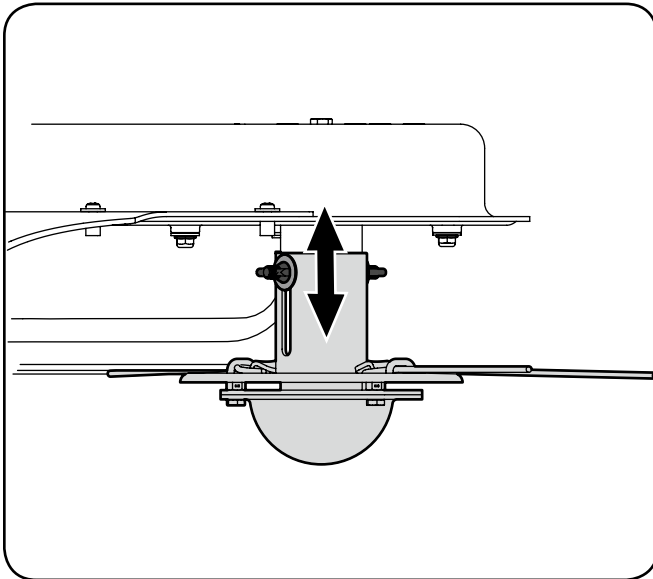

Рис. 5-1
2. Двигая головку вверх или вниз, установите ее в нужную позицию и затяните гайки. См. рис. 5-1.